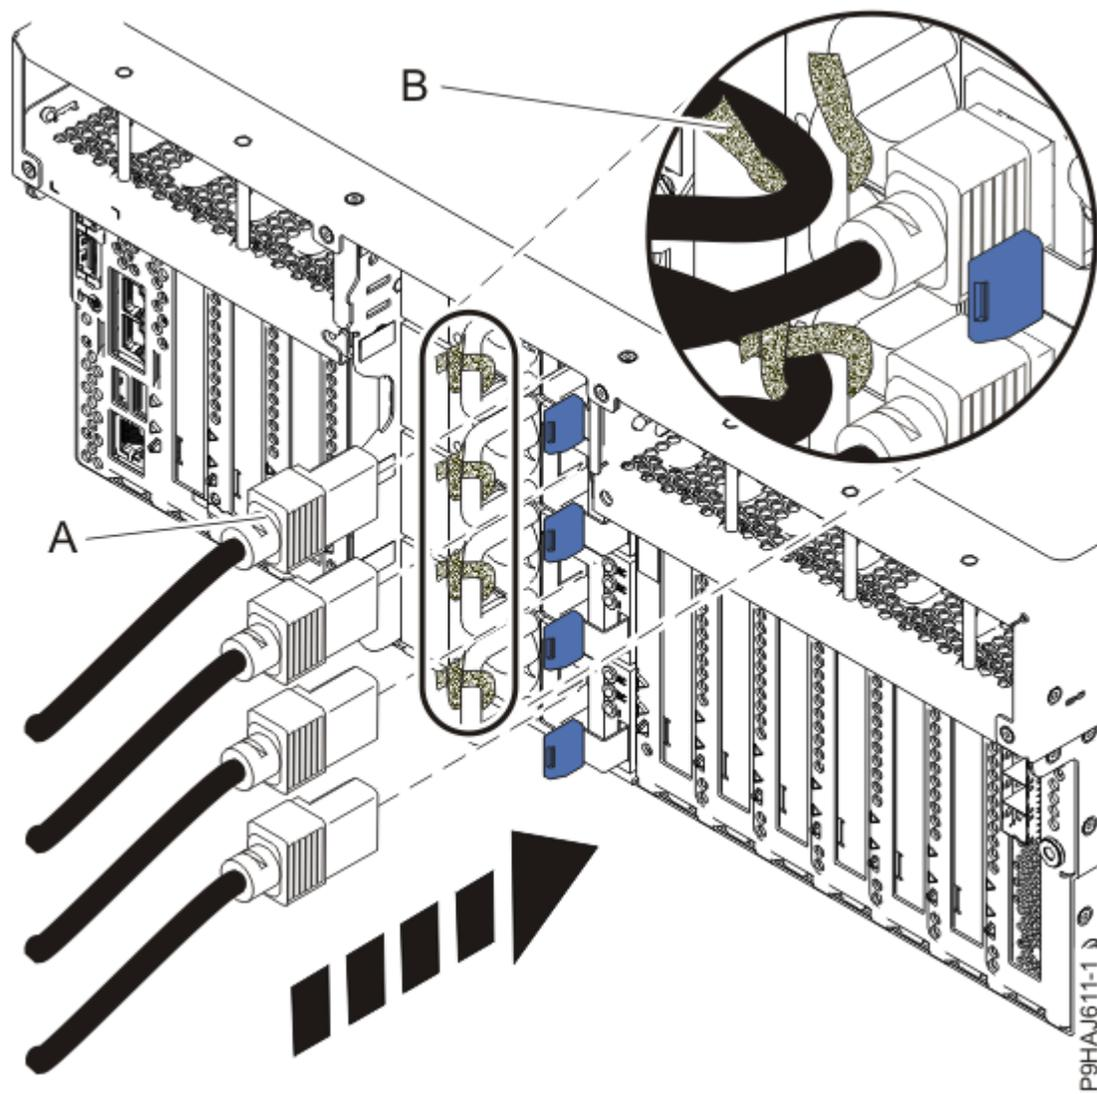
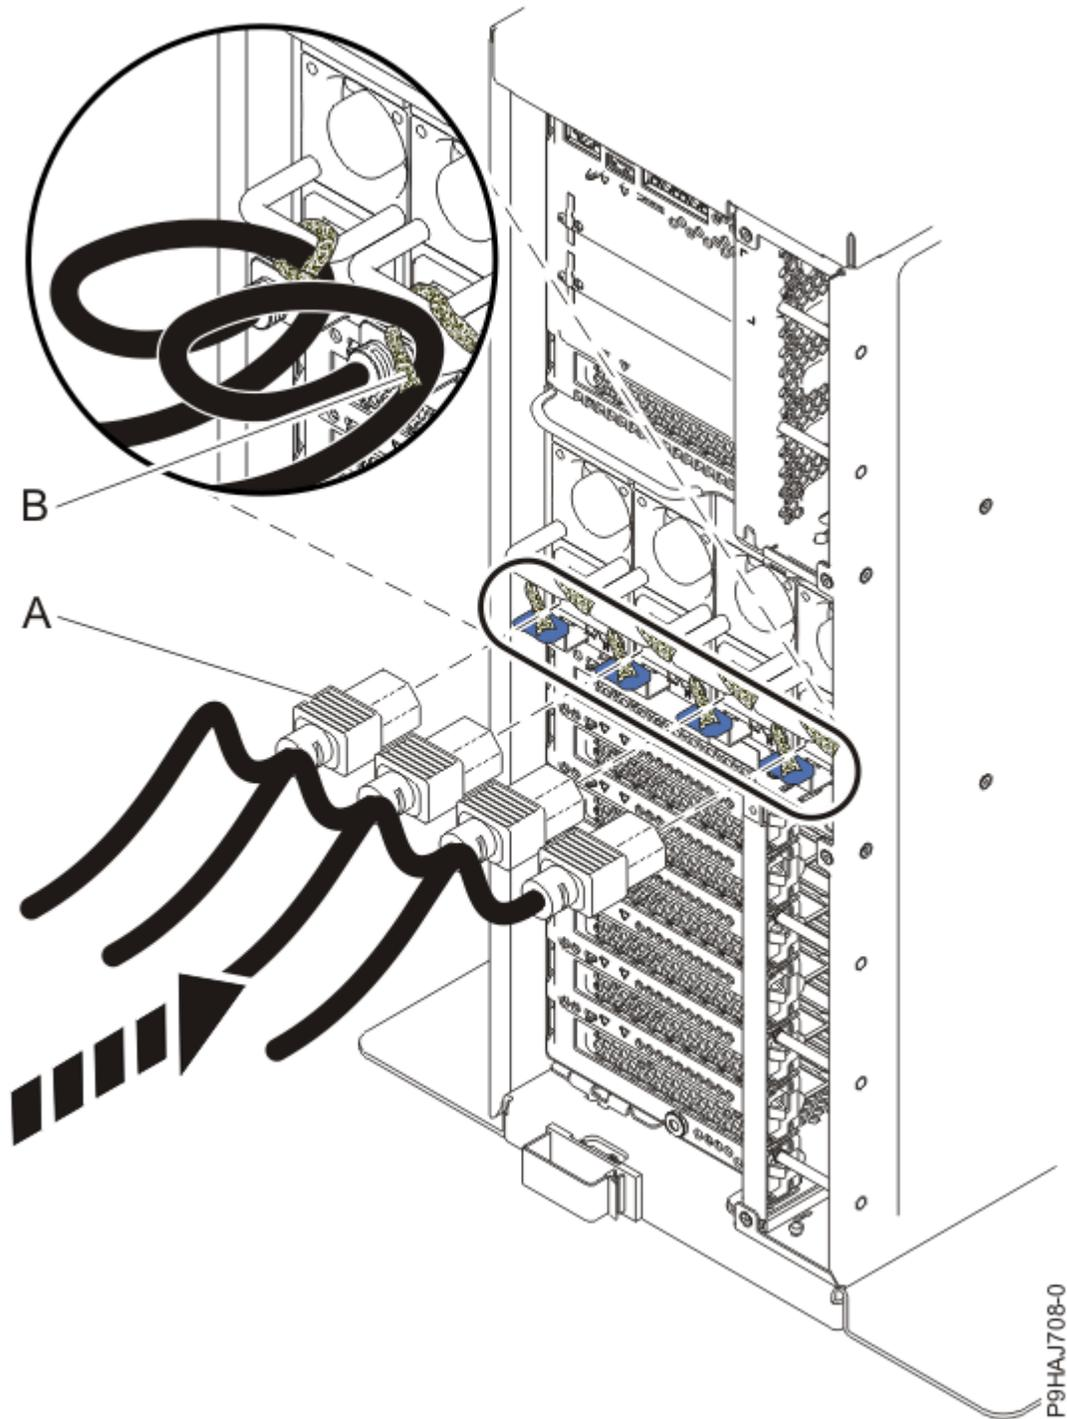

Figura 93. Ligar os cabos de alimentação a um sistema montado em bastidor
Figura 94. Ligar os cabos de alimentação a um sistema autónomo
7. Através da utilização dos rótulos, volte a ligar os cabos de alimentação **(A)** à unidade de sistema. Fixe os cabos de alimentação **(A)** ao sistema ao utilizar as presilhas **(B)** conforme apresentado na Figura 93 na página 98 ou Figura 94 na página 99.